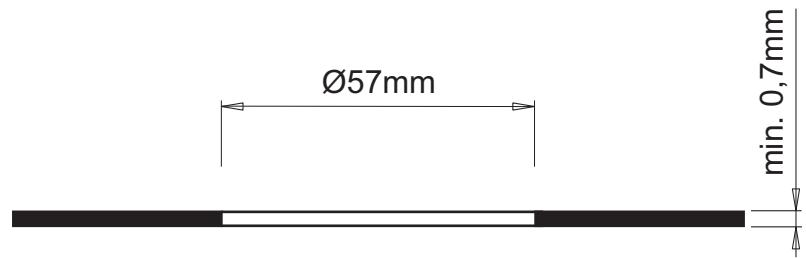

Fig 3
**ATOM D-M** devices can be flush mounted on 0.7 mm thick (min.) metal surfaces and on a  $\varnothing 57\text{ mm}$  hole as illustrated in figure 3.
**ATOM D-M** können in Metallböden mit einer Dicke von mindestens 0,7 mm und einer Bohrung von  $\varnothing 57$  mm eingebaut werden (Abb. 3).
**ATOM D-M** peuvent être installés par encastrement sur des supports métalliques d'une épaisseur min. de 0,7 mm, avec un trou de  $\varnothing 57\text{ mm}$ , comme indiqué sur la figure 3.